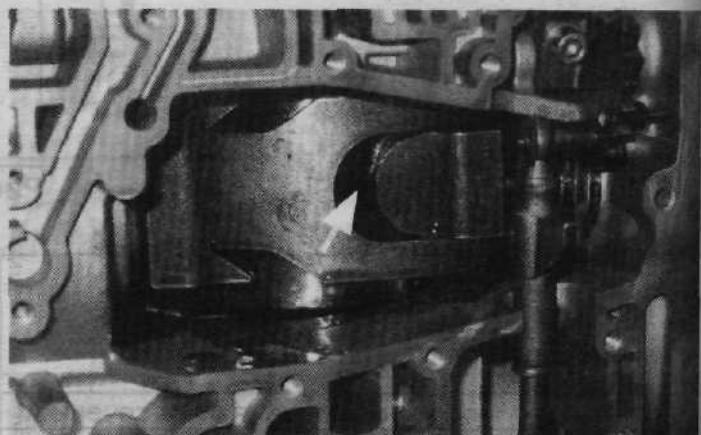

Рис. 43. Окно, через которое можно сделать отметку на барабане К2.
- Маркером через окно ленточного тормоза сделайте отметку на барабане К2. Она соответствует выпущенному состоянию сервомотора (рис. 43).